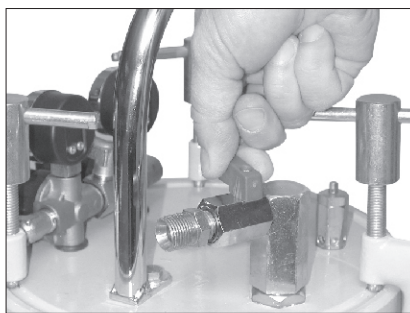

Fig. 31
- Tout d'abord s'assurer que le robinet produit (**A**) (sortie haute) soit fermé (Fig. 31).